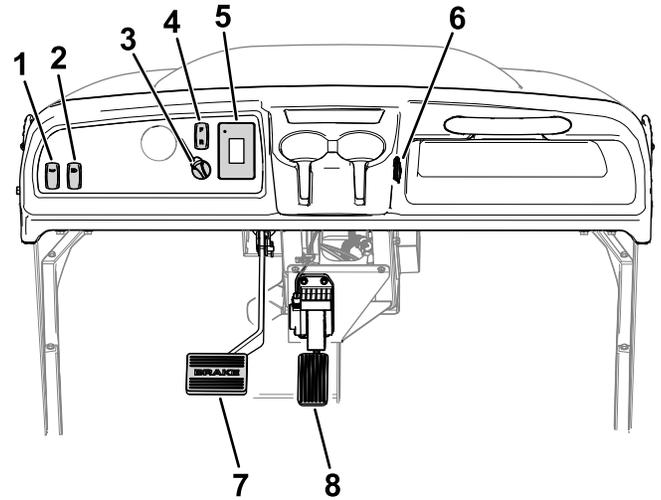

Figure 5
**Remarque:** Le volant n'est pas représenté sur la Figure 5 pour plus de clarté.
Le sélecteur de direction (Figure 5) a 2 positions : MARCHE AVANT et MARCHE ARRIÈRE.
Appuyez sur cet interrupteur (Figure 5) pour actionner l'avertisseur sonore.
L'interrupteur (Figure 5) permet d'allumer les phares. Appuyez sur le haut de l'interrupteur pour allumer les phares. Appuyez sur le bas de l'interrupteur pour éteindre les phares.
Le port USB (Figure 5) permet d'alimenter des appareils mobiles.
Utilisez le commutateur d'allumage (Figure 5) pour démarrer ou arrêter le moteur, ou pour sélectionner le mode TRANSPORT.